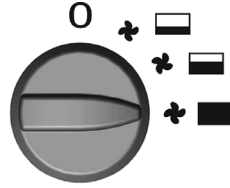

FIG. 3
- **Fig.: 3** – Maximale capaciteit